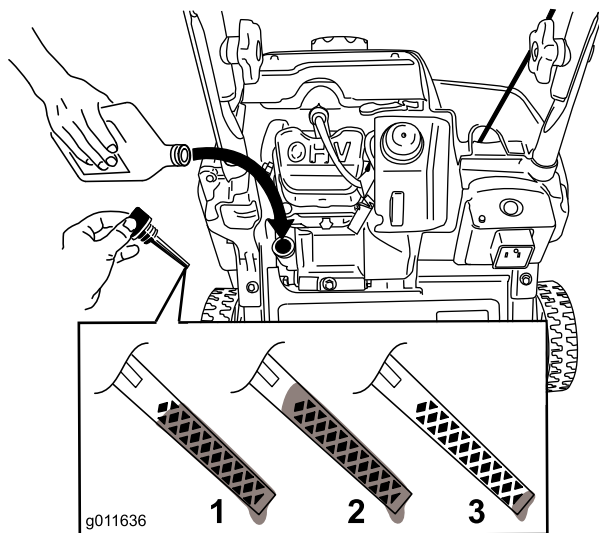

Figure 7
2. Nettoyez la surface autour du bouchon de remplissage (Figure 7).
Remarque: Pour déterminer le niveau d'huile correct indiqué par la jauge, voir (Figure 7).
comme illustré à la Figure 7. Si vous remplissez excessivement le carter moteur, vidangez l'excédent d'huile comme expliqué à la section Vidange et remplacement de l'huile moteur.